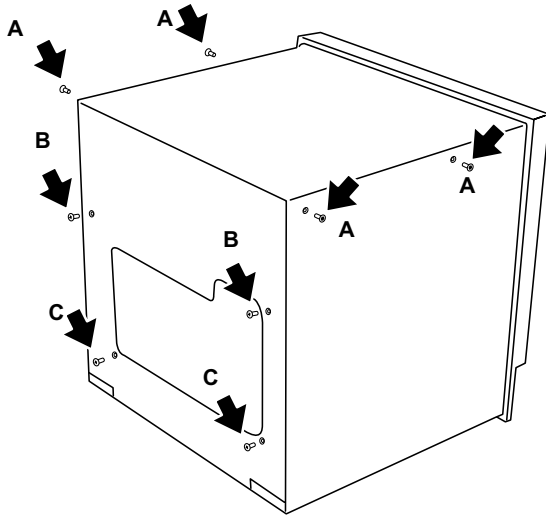

Figure 1.4.2a Dépose de la visserie du capot
2. Retirez le capot supérieur/arrière combiné, en dévissant les quatre vis plates à tête fraisée marquées "A" sur la figure 1.4.2a, et les vis bombées à tête cylindrique ("B" et "C"). Toute la visserie doit être conservée pour le remontage. Pour les appareils actuels, les vis A sont des vis Torx T8. Certains modèles antérieurs utilisaient des vis cruciformes. Les éléments "C" étaient des rivets en deux parties sur certains modèles antérieurs.